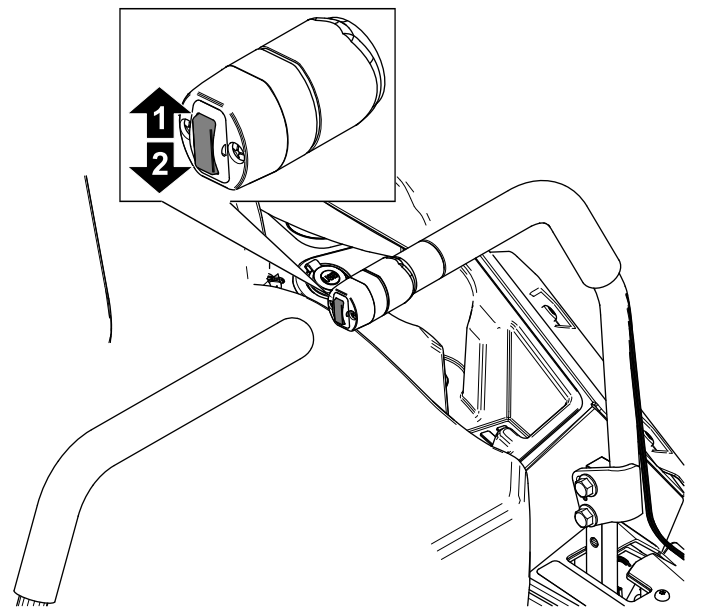

Bild 21
1. Drücken Sie den Mähwerkhubschalter nach oben (Bild 21).